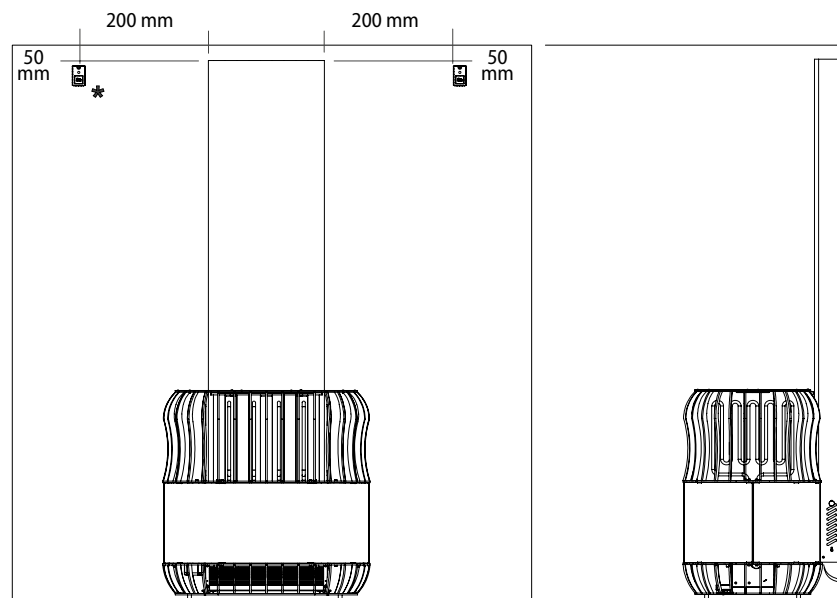

Figure 1
**N.B. !** La température maximale à la hauteur de la sonde de température du contrôleur (200 mm du poêle et 50 mm du plafond) est de 100 °C (Figure 1).